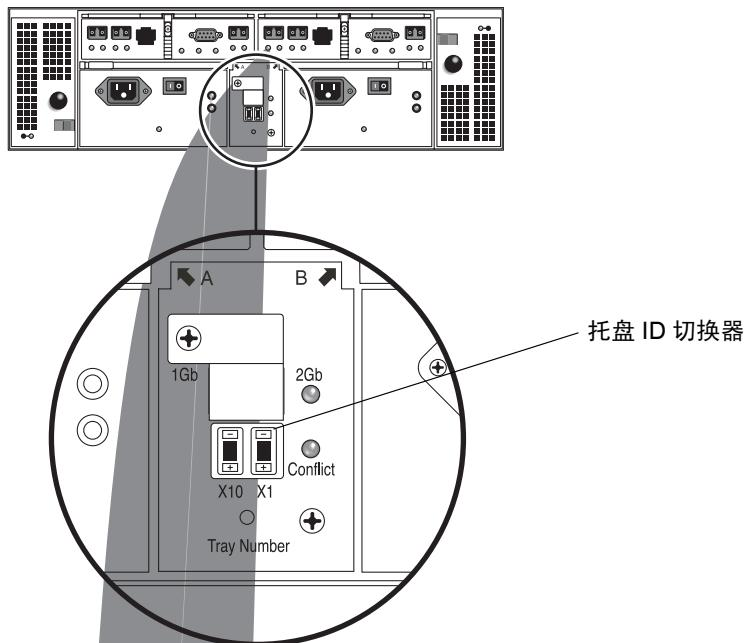

图 3-9 托盘 ID 切换器
1. 找到位于装置背面两个电源插口之间的托盘 ID 切换器（图 3-9）。